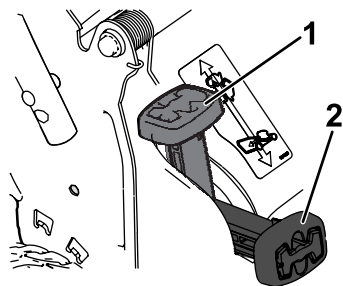

Figure 13
- Pour ramasser les déchets d'herbe et de feuilles, appuyez sur le bouton du levier de ramassage sur demande et déplacez le levier complètement en avant jusqu'à ce que le bouton ressorte (Figure 13).